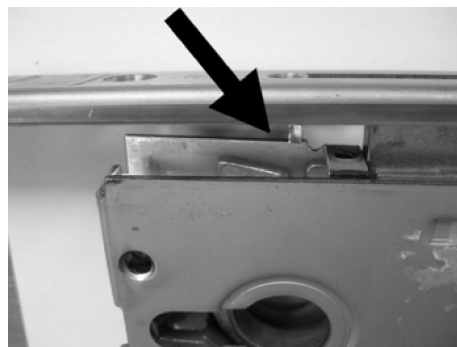

Abb. 1
9. Legen Sie die Treibstangen in den Schieber des neuen HSK (Siehe Abb. 1 u. 2) und senken den Stulp auf den HSK.